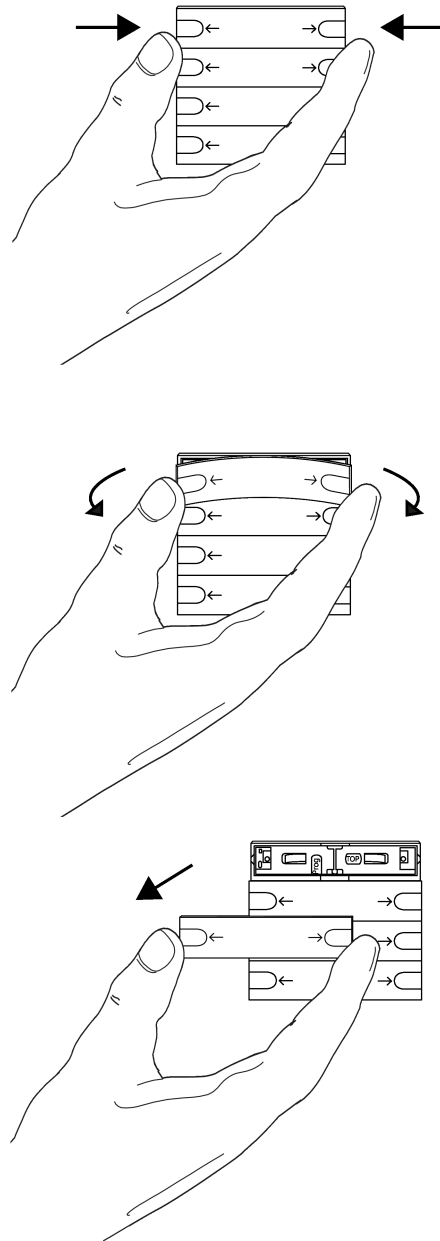

Figura 5: Desmontaje del interruptor basculante de puesta en funcionamiento
- Soltar el interruptor basculante de puesta en funcionamiento del sensor de tecla tirando de ambos lados (véase figura 5).